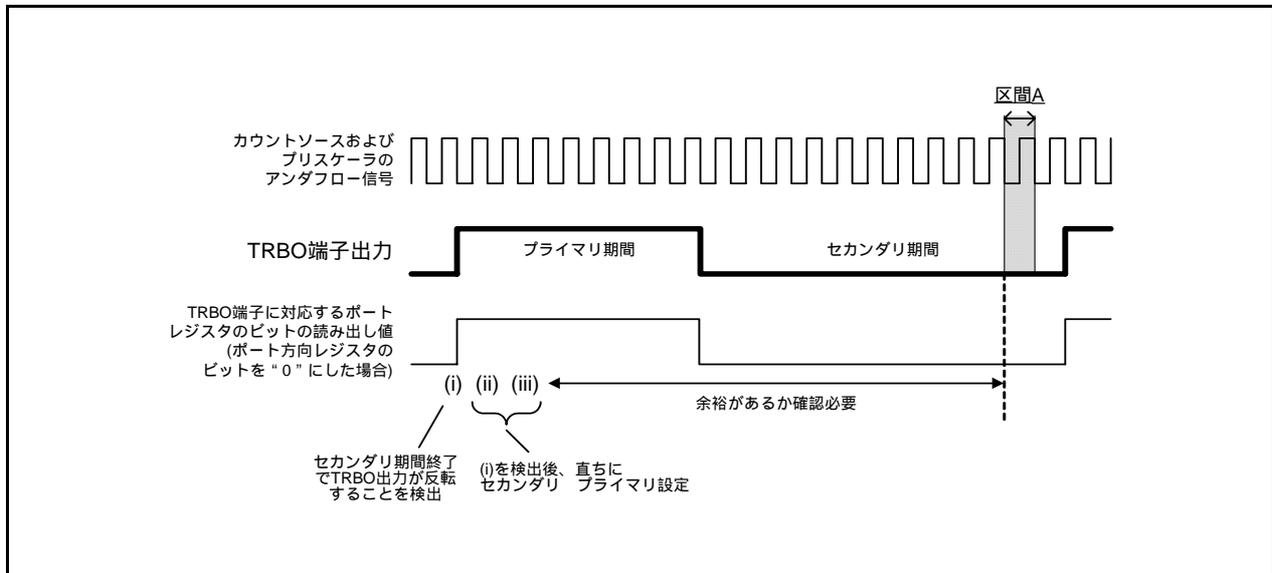

図23.3 対策例(b)のTRBO端子出力値を読む例
- (1) カウント中(TCSTFビットが“1”)にTRBPRESレジスタ、TRBPRレジスタに書き込む場合は、下記の点に注意してください。
- (2) カウント中(TCSTFビットが“1”)にTRBSCレジスタ、TRBPRレジスタを変更する場合は、タイマRB割り込み等でTRBO出力周期に対して同期を取り、同一出力周期内で一度だけ行うようにしてください。また、図23.2および図23.3の区間Aで、TRBPRレジスタへの書き込みが発生しないことを確認してください。
図23.3に示すようにTRBO端子の出力レベルからプライマリ期間の開始を検出し、プライマリ期間の開始直後に、TRBSCレジスタ、TRBPRレジスタへ書いてください。書き込みは区間Aまでに終了させてください。なお、TRBO端子に対応するポート方向レジスタのビットを“0”(入力モード)に設定し、ポートレジスタのビットの値を読むと、読んだ値はTRBO端子の出力値になります。